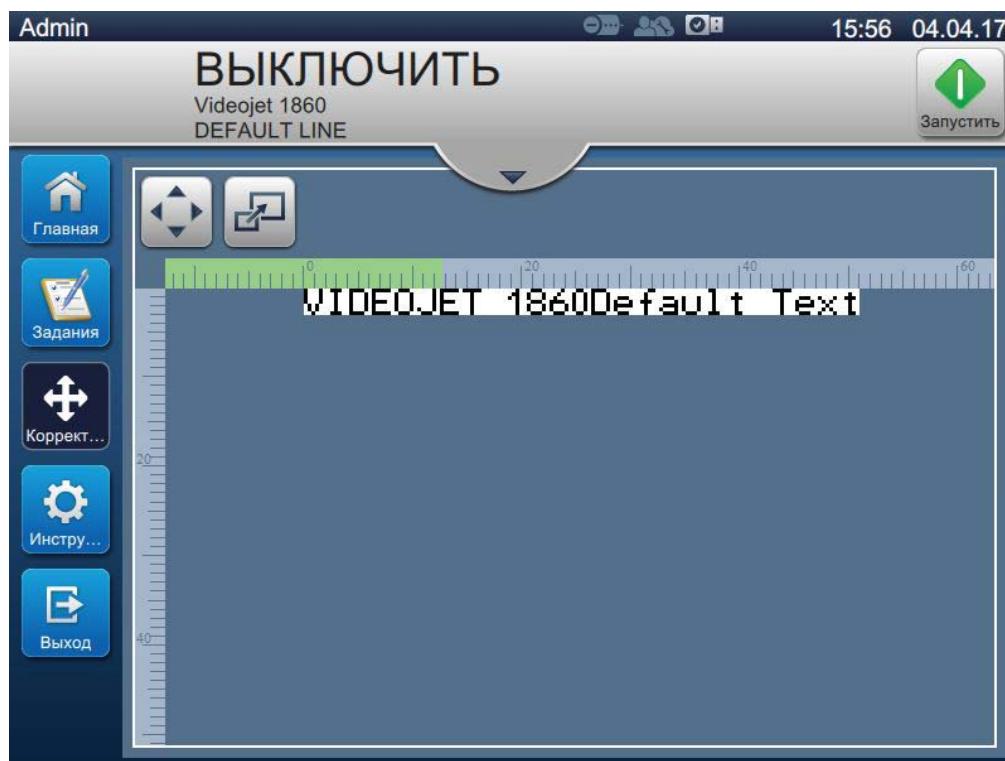

Рис. 4-8. Окно настройки
1. Коснитесь кнопки  на главном экране. Откроется экран, как показано на Рис. 4-8.